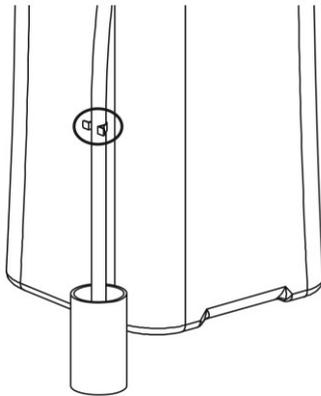

Fig. 1
5. Dopo aver completato le operazioni di installazione al punto 4, verificare se il bypass è in modalità di funzionamento "Erogazione acqua" (fig. 1). Se il bypass non è in modalità di funzionamento "Erogazione acqua" (fig. 2), tirare l'asta di spinta in questa modalità di funzionamento (fig. 1).
- Gestione delle valvole di bypass in casi particolari: in caso di guasto dell'apparecchio o in altre circostanze particolari, la valvola di bypass della macchina può essere impostata in modalità “Bypass” (spingere l'asta nella posizione corrispondente, come illustrato nella fig. 2). È possibile utilizzare temporaneamente la rete idrica comunale. Dopo aver risolto il guasto o il problema, impostare la valvola di bypass in posizione di funzionamento (spingere l'asta nella posizione indicata nella fig. 1) per ripristinare l'erogazione di acqua trattata.